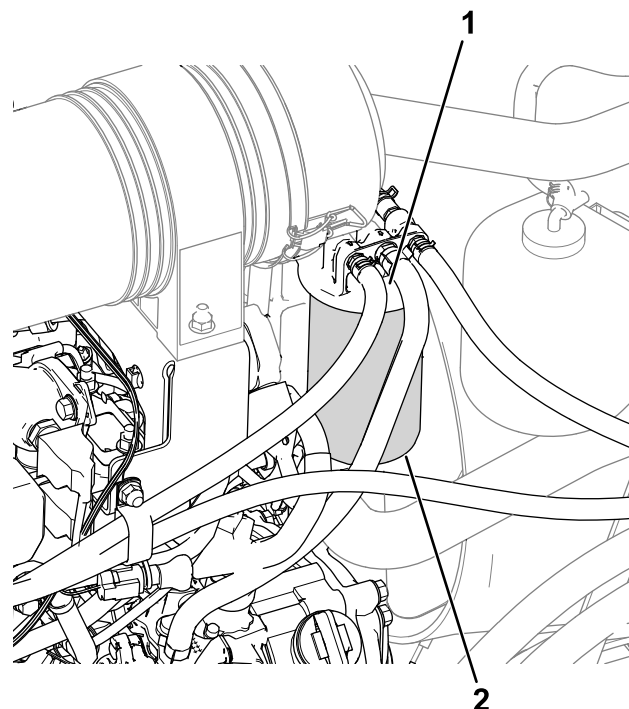

Bild 56
2. Entfernen Sie den Filter und reinigen die Kontaktfläche (Bild 56).
1. Reinigen Sie den Bereich um den Kraftstofffilterkopf (Bild 56).